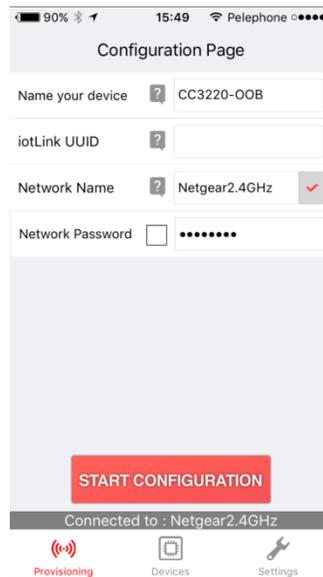

图 12. Wi-Fi Starter 配置 (Wi-Fi Starter Provisioning) 选项卡
2. 导航到配置 (Provisioning) 选项卡，对 AP 凭证进行配置。单击开始配置 (START CONFIGURATION) 按钮启动配置过程（见图 12）。